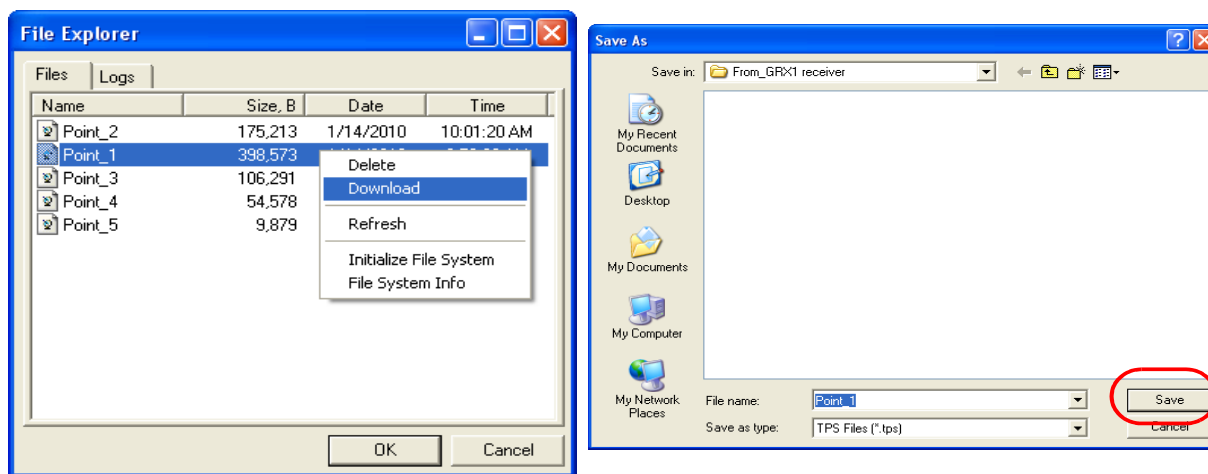

Рис. 5-2. Загрузка файла
3. Чтобы перенести файл на компьютер, выделите его, щелкните правой кнопкой мыши и в выпадающем меню выберите *Download*. В стандартном окне *Save As* выберите или создайте папку, куда будет сохранен данный файл (Рис. 5-2). Нажмите кнопку **Save**, чтобы загрузить файл в компьютер.